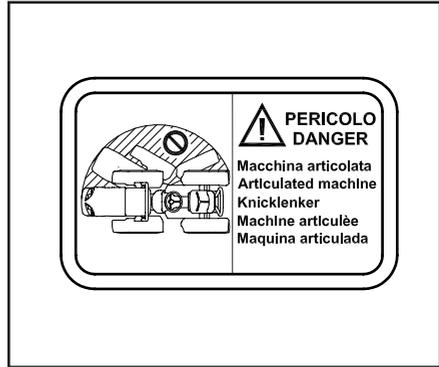

Fig. 2.30
28.6 Danger d'écrasement articulation (Fig.2.30)